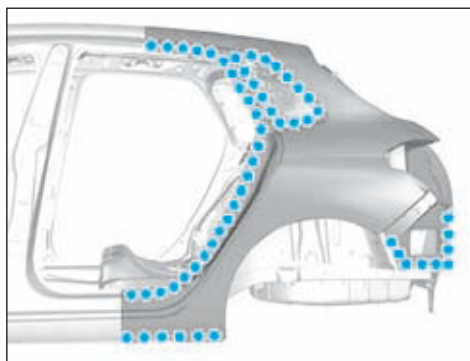
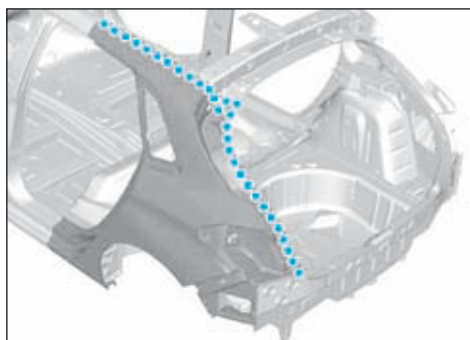

FIG.85
FIG.86
- Dépointer les points de soudure (Fig.85) et (Fig.86).